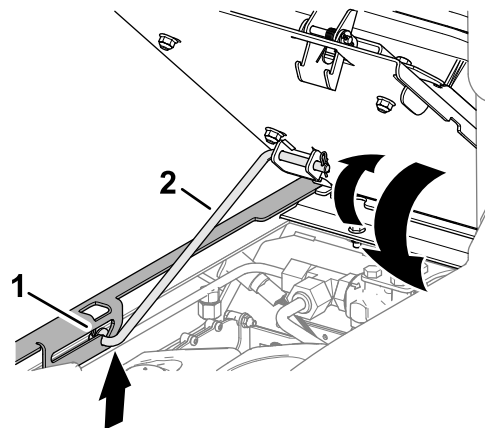

Figure 98
1. Faites pivoter le siège légèrement et sortez la béquille du cran dans la fente de blocage du support du siège (Figure 98).